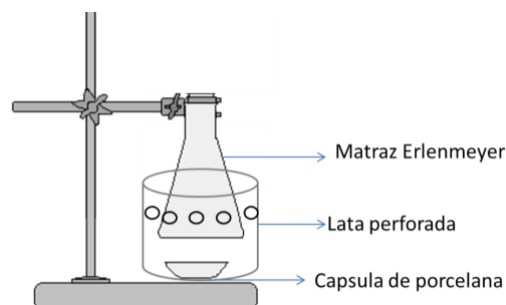

Fig. 1 Montaje experimental
1. Montar el dispositivo experimental mostrado en la Fig. 1